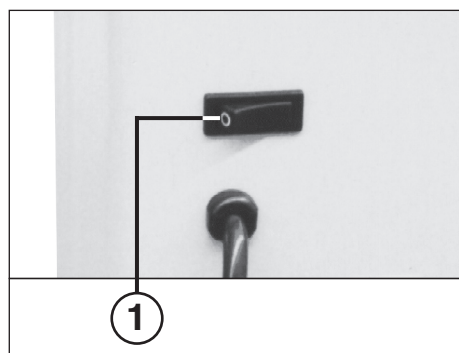
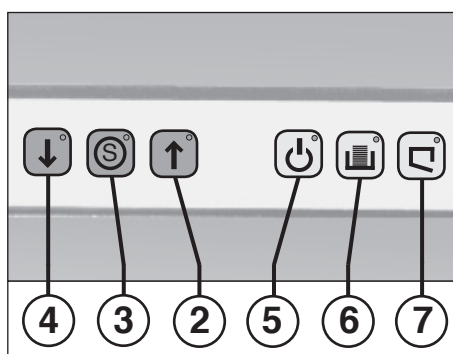

Fig. 1
Fig. 2
- 1 = Vippomkopplare „Driftsklar“ (Fig. 1)**
- 2 = Framåtknapp (fig. 2)**
- 3 = Stoppknapp „S“ (fig. 2)**
- 4 = Bakåtknapp (fig. 2)**
- 5 = Kontrollampa „Driftsklar“ (Fig. 2)**
- 6 = Kontrollampa „Behållaren full“ (Fig. 2)**
- 7 = Kontrollampa „Dörren öppen“ (Fig. 2)**
Sätt på maskinen med vippomkopplaren (1) (fig. 1). Därmed tänds lampen „Driftsklar“ (5) och den röda stoppknappen „S“ (3) (fig. 2) som tecken på att maskinen är klar för användning.
När uppsamlingsbehållaren är full stänger maskinen av sig själv och en signalton hörs. Kontrollampa (6) (Fig. 2) tänds. Töm uppsamlingsbehållaren på följande sätt:
- Öppna dörren. Kontrollampa (7) (Fig. 2) tänds.
- Signaltonen tystnar. Kontrollampa (6) slocknar.
- Sätt i en tom säck, skjut in behållaren och stäng dörren. Kontrollampa (7) slocknar.
Kom ihåg att koppla ifrån apparaten för natten. (Tryck på vippomkopplaren (1) (Fig. 1)).
- Lampan i stoppknappen „S“ (3) (fig. 2) tänds. Gör så här:
- Tryck på knappen för bakåtkörning (4) och släpp upp den (Fig. 2).
Om motorn överbelastas stängs den av. Koppla från maskinen med vippomkopplaren (1) (Fig. 1).